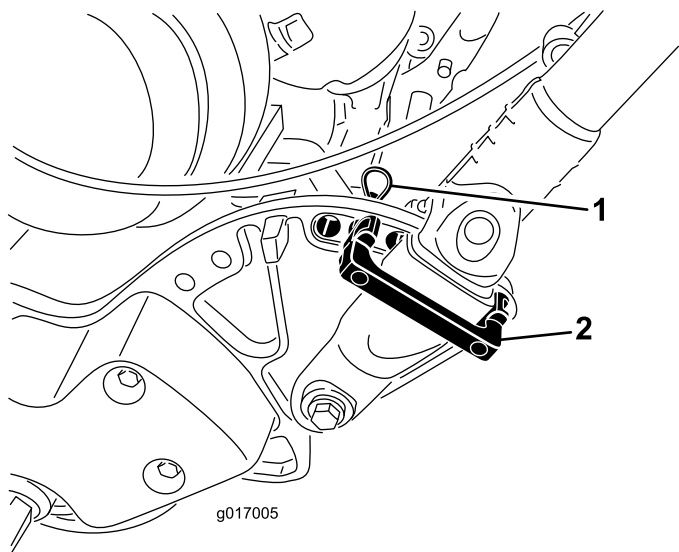

図 24
1. 機体左右のハンドルリテーナからヘアピンコッターを抜き取る（図 24）。
2. ハンドルを支えながら、左右のヘアピンコッターを抜き、ハンドルを希望の位置にセットする（図 24）。